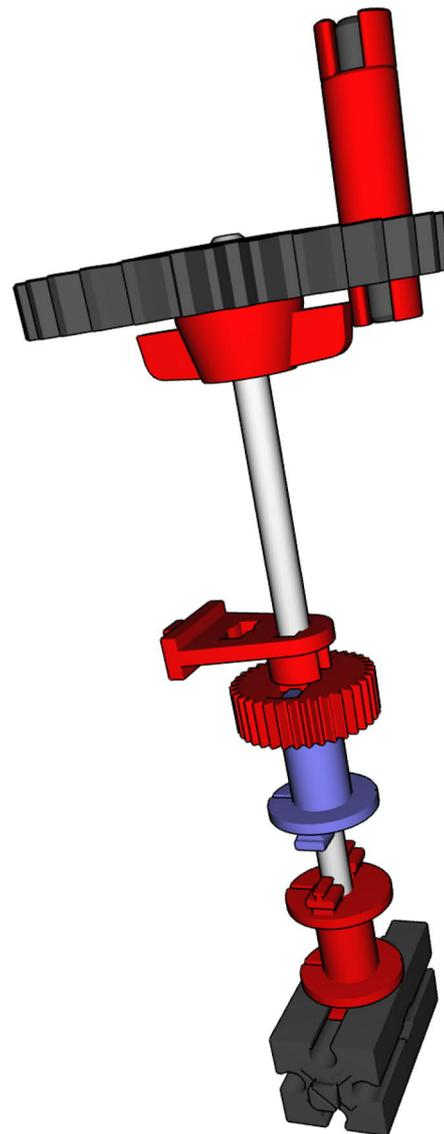

Abb. 28: Der Seilantrieb – die blau dargestellte Seiltrommel muss mit dem Seil versehen sein.
Und weiter geht's. Letztlich brauchen wir das Gebilde aus Abb. 28, der besseren Sichtbarkeit halber in die Senkrechte gedreht gezeigt. Von oben nach unten landen auf der Metallachse 110 folgende Teilgruppen:
- Sodann ein 31020 Klemmring Z36 für die 31016 Seiltrommel 15, auf der das Seil zum Gewicht aufgewickelt sein muss – deshalb ist diese Seiltrommel in Abb. 28 in blau dargestellt.